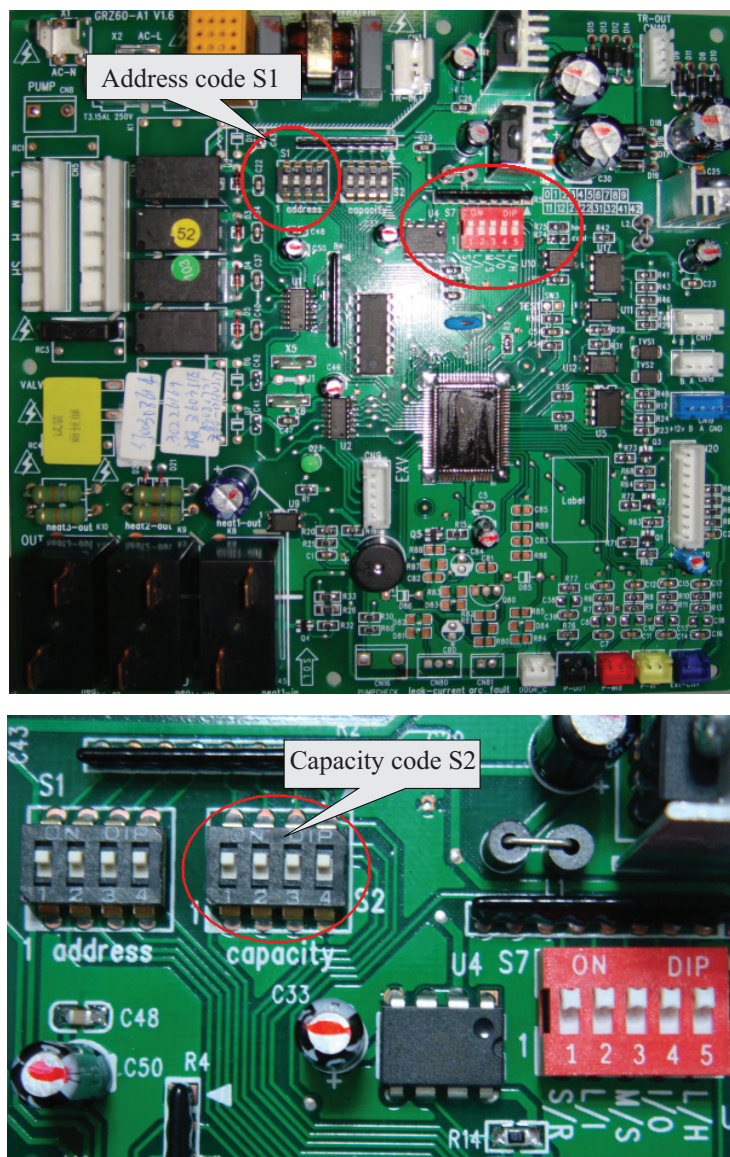

Рис. 7.12
7.4.3 DIP-переключатели кода производительности S1(S2) (Capacity) и адреса S2(S3) (Address) располагаются на основной плате внутреннего блока (рис. 7.12).